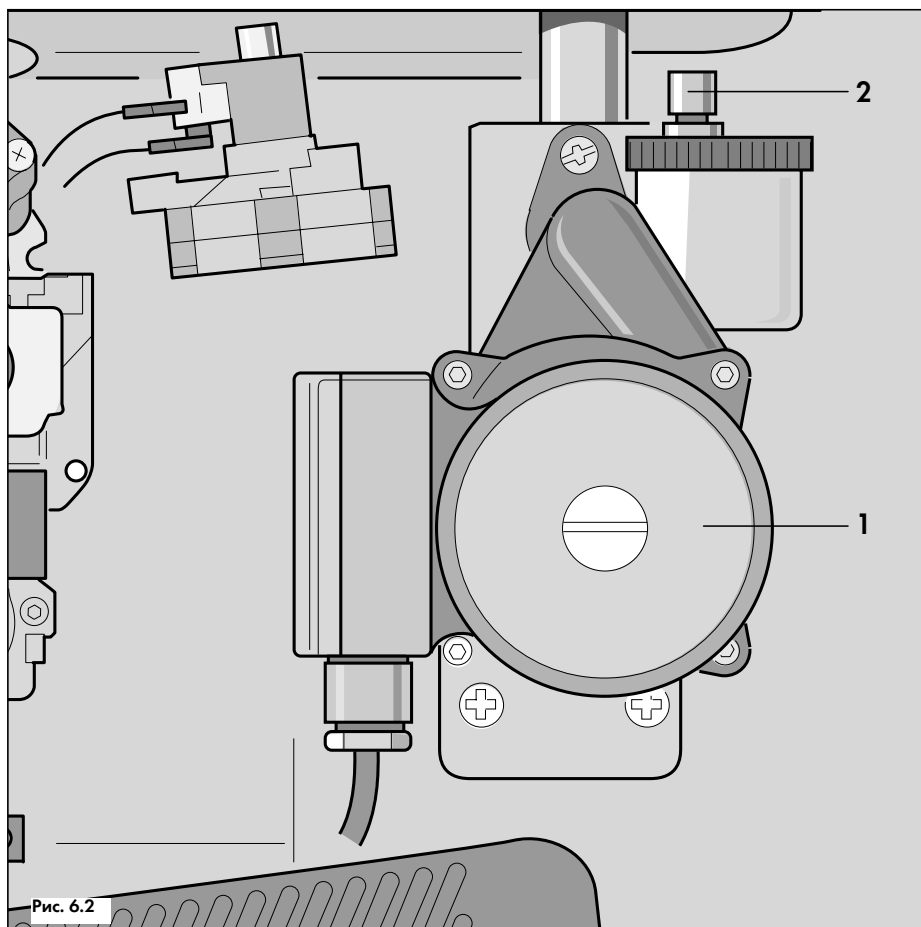

Рис. 6.2
- Открутить на 1-2 оборота колпачок автоматического воздухоотводчика аппарата (2, рис. 6.2). Во время работы аппарата колпачок должен оставаться в таком же неплотно закрытом состоянии, чтобы остаточный воздух или газы могли быть удалены из аппарата;
- Полностью удалить воздух из насоса, отвернув центральный винт (1, рис. 6.2);